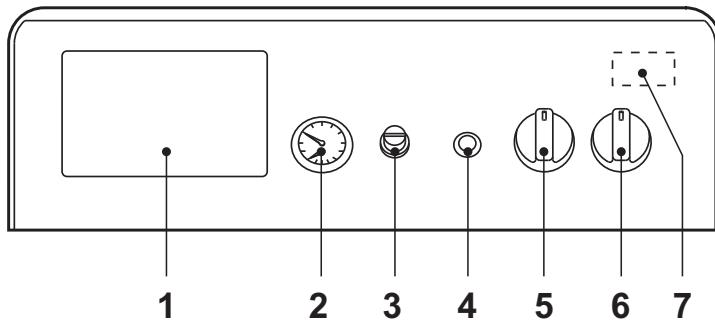
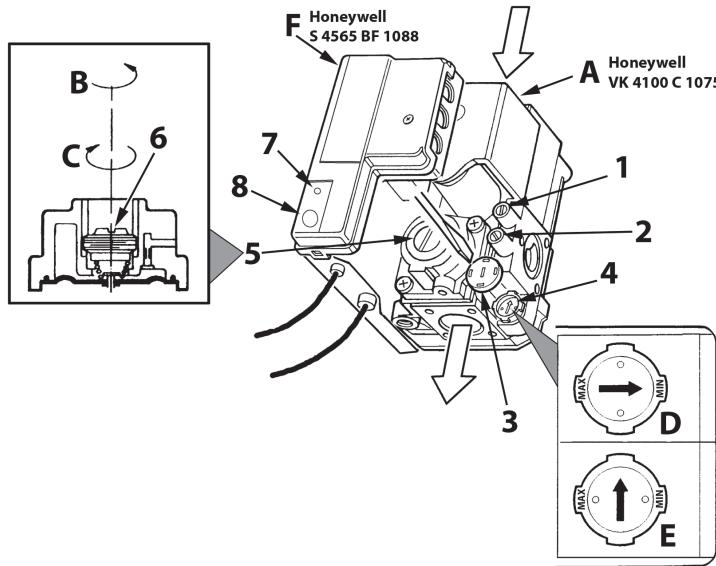

fig. 1 - Pannello comandi
fig. 3 - Regolazione della pressione
- Portare l'interruttore generale "6" sulla posizione 1 (fig. 1).
- Qualora la caldaia venga dotata di una centralina elettronica termostatica, montata in posizione 1 di fig. 1, l'utente dovrà tenere conto anche delle istruzioni fornite dal costruttore della stessa.
Ruotando la manopola 5 di fig. 1 in senso orario la temperatura dell'acqua di riscaldamento aumenta, in senso antiorario diminuisce. La temperatura può essere variata da un minimo di 30° ad un massimo di 90°. Consigliamo comunque di non far funzionare la caldaia al di sotto dei 45°.
Impostare tramite il termostato ambiente la temperatura desiderata all'interno dei locali. Su comando del termostato ambiente la caldaia si accende e porta l'acqua impianto alla temperatura impostata dal termostato di regolazione caldaia 5 di fig. 1. Al raggiungimento della temperatura desiderata all'interno dei locali il generatore si spegne.
La pressione di caricamento ad impianto freddo, letta sull'idrometro caldaia part. 2 di fig. 1, deve essere di circa 1,0 bar. Qualora durante il funzionamento la pressione dell'impianto scendesse (a causa dell'evaporazione dei gas disciolti nell'acqua) a valori inferiori al minimo sopra descritto, l'utente dovrà, agendo sul rubinetto di caricamento, riportarla al valore iniziale. A fine operazione richiedere sempre il rubinetto di riempimento.
Collegare un manometro alla presa di pressione 2 (fig. 3) posta a valle della valvola gas, ruotare la manopola del termostato caldaia (rif. 5 - fig. 1) sul valore massimo.
Dopo aver tolto il tappo di protezione 5 (fig. 3), regolare la pressione del gas al bruciatore a mezzo della vite 6 al valore desiderato (vedere tabella dei dati tecnici e i diagrammi di variabilità di potenza riportati nel cap. 5).
2. Togliere dalla valvola gas il piccolo cappuccio di protezione **3** (fig. 3). Con un piccolo cacciavite regolare lo "STEP" d'accensione per il gas desiderato (**G20-G25** posizione **D**fig. 3 oppure **G30-G31** posizione **E** fig. 3); rimettere quindi il cappuccio.